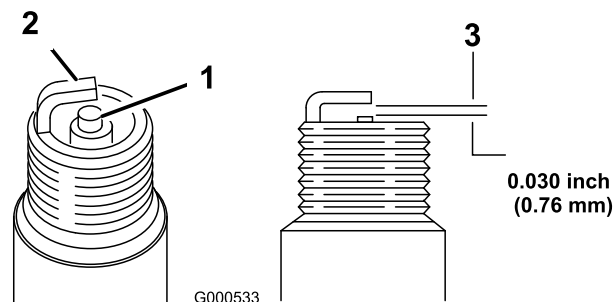

Figura 54
1. Veja a parte central das velas de ignição (Figura 54).
2. Verifique a folga entre os eléctrodos central e lateral (Figura 54) e dobre o eléctrodo lateral, se verificar uma folga incorrecta.